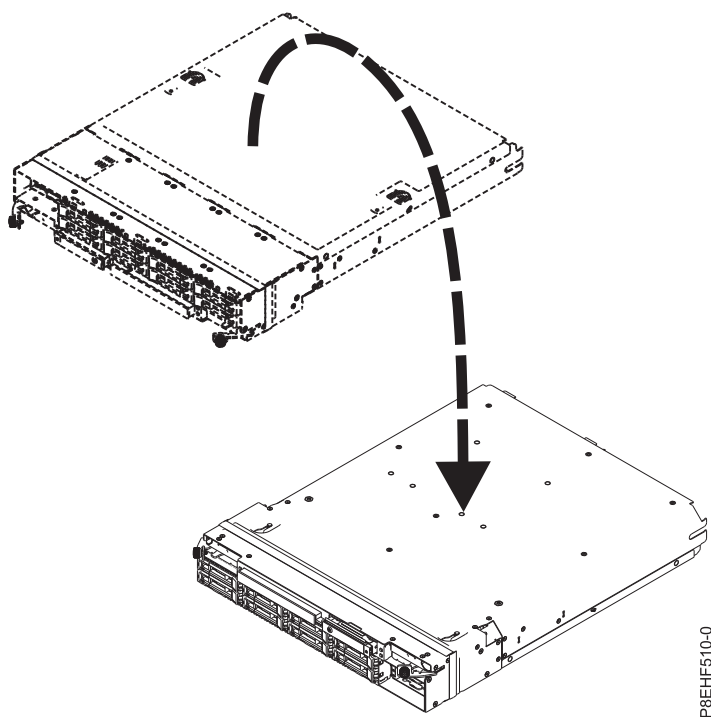

Figura 13. Virar o conjunto RAID
4. Vire o conjunto RAID. Consulte Figura 13 na página 14.